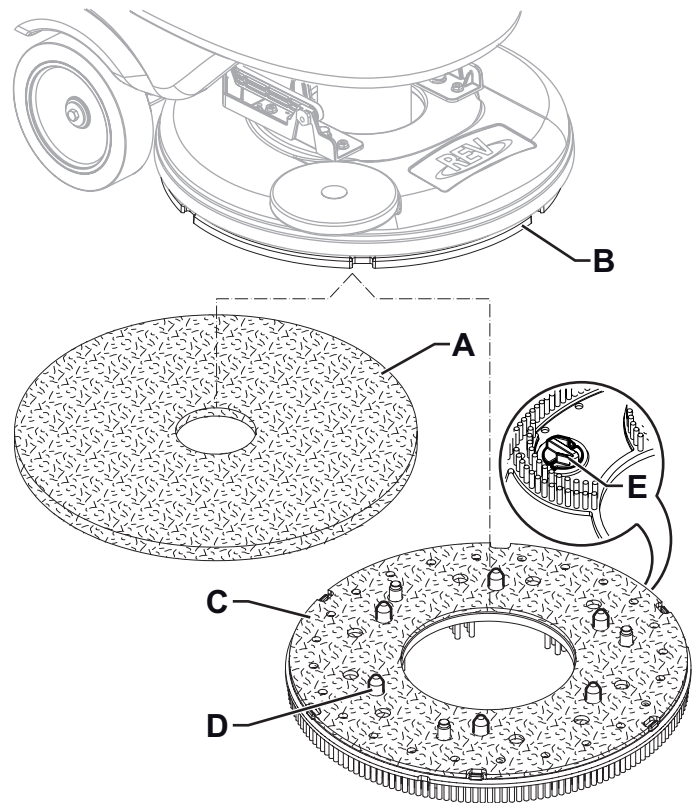

Figure 3
1. S'assurer que la tête REV™ (37) soit soulevée.
2. Arrêter la machine et extraire la clé opérateur (41).
3. En fonction du traitement à effectuer sur le sol, installer le disque (A, Fig. 3) ou la brosse (C, en option) en suivant les instructions ci-dessous :
- Placer le disque (A) sous la tête et l'appuyer jusqu'à la fixation avec le velcro du disque d'entraînement (B).
- Placer la brosse (C, optionnelle) sous la tête, puis faire correspondre les pions de centrage (D) aux trous respectifs du disque d'entraînement (B), ensuite accrocher la brosse avec les trois vis de fixation (E).